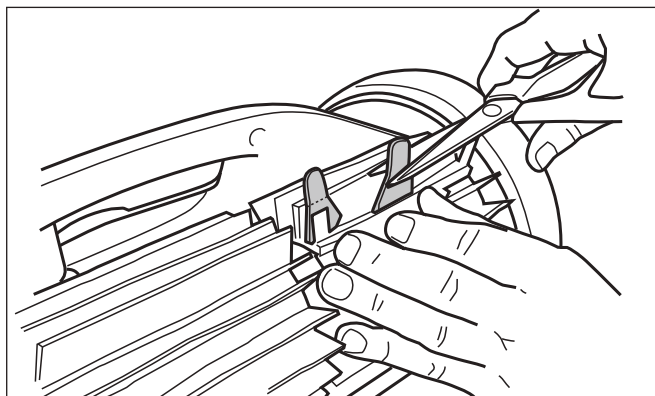

Figura 24. Corte las lengüetas
5. Corte las lengüetas con tijeras 3/4 pulgadas desde la base para que no sean más largas que la hoja de limpieza (Figura 24).